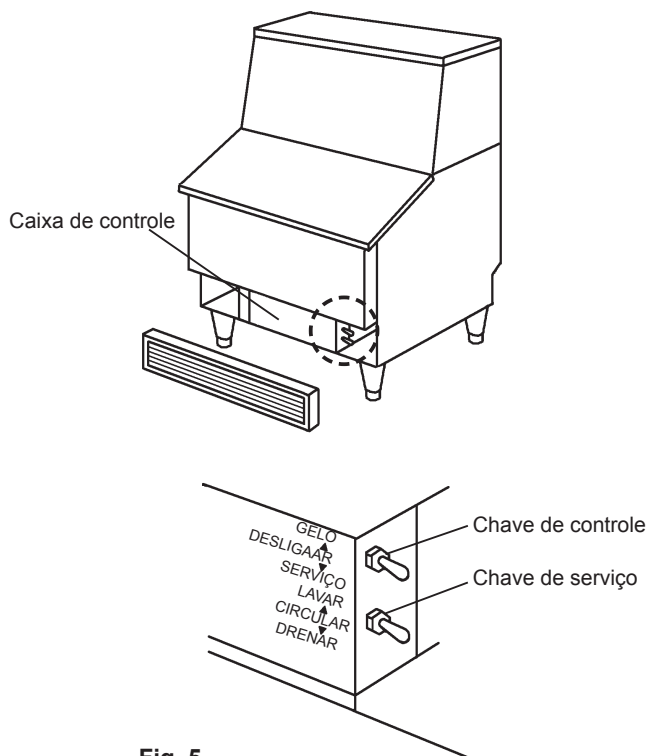

Fig. 5
- 2) Passar a chave de controle da caixa de controle para a posição "OFF". Ver Fig. 5.